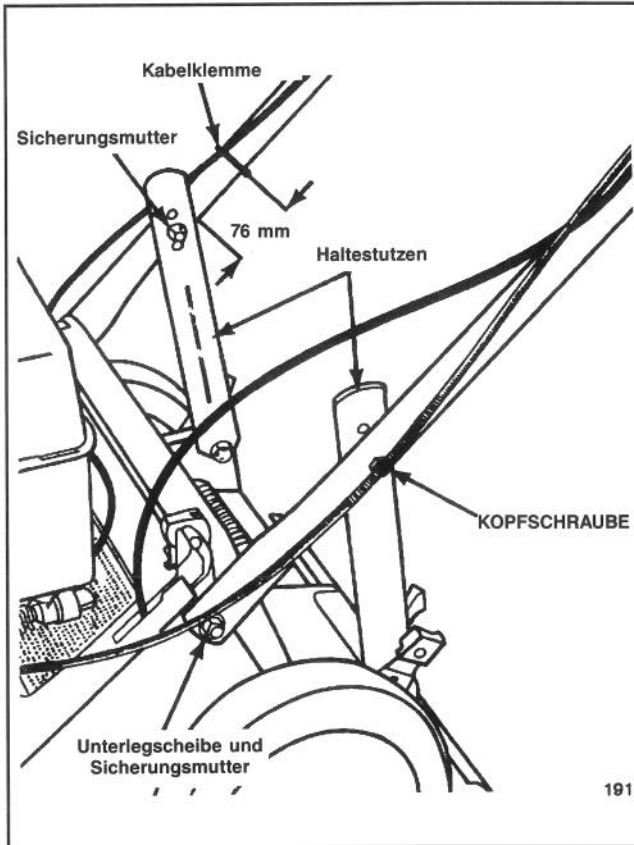

Abbildung 1
1. Die Enden der Schiebestange spreizen und in die Löcher der Gestängehalterung schieben. (Abb. 1) Jede Stangenseite mittels Unterlegscheibe und Gegenmutter am Befestigungsansatz montieren.
3. Steuerkabel auf der rechten Seite der Schiebestange, ungefähr 76 mm über dem Haltestutzen, mittels Kabelklemme befestigen (Abb. 1).